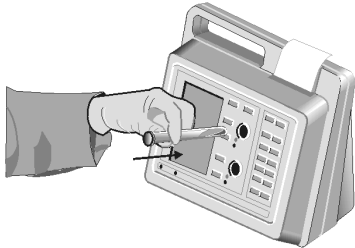

Abb. 9. Einsetzen des Teströhrchens in den Probenschacht
3. Das Teströhrchen in den Schacht einführen (Abb. 9 unten). Das Röhrchen schnell eine Umdrehung im Uhrzeigersinn drehen. Auf dem Bildschirm wird kurz die Meldung **DETECTING MAGNET PLEASE WAIT** angezeigt.